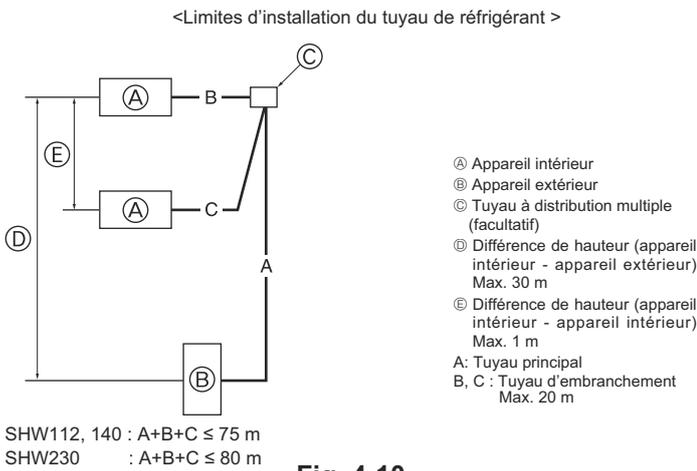

Fig. 4-10
4.8. Pour combinaison double/triple/quadruple (Fig. 4-10) (pour climatiseurs uniquement)